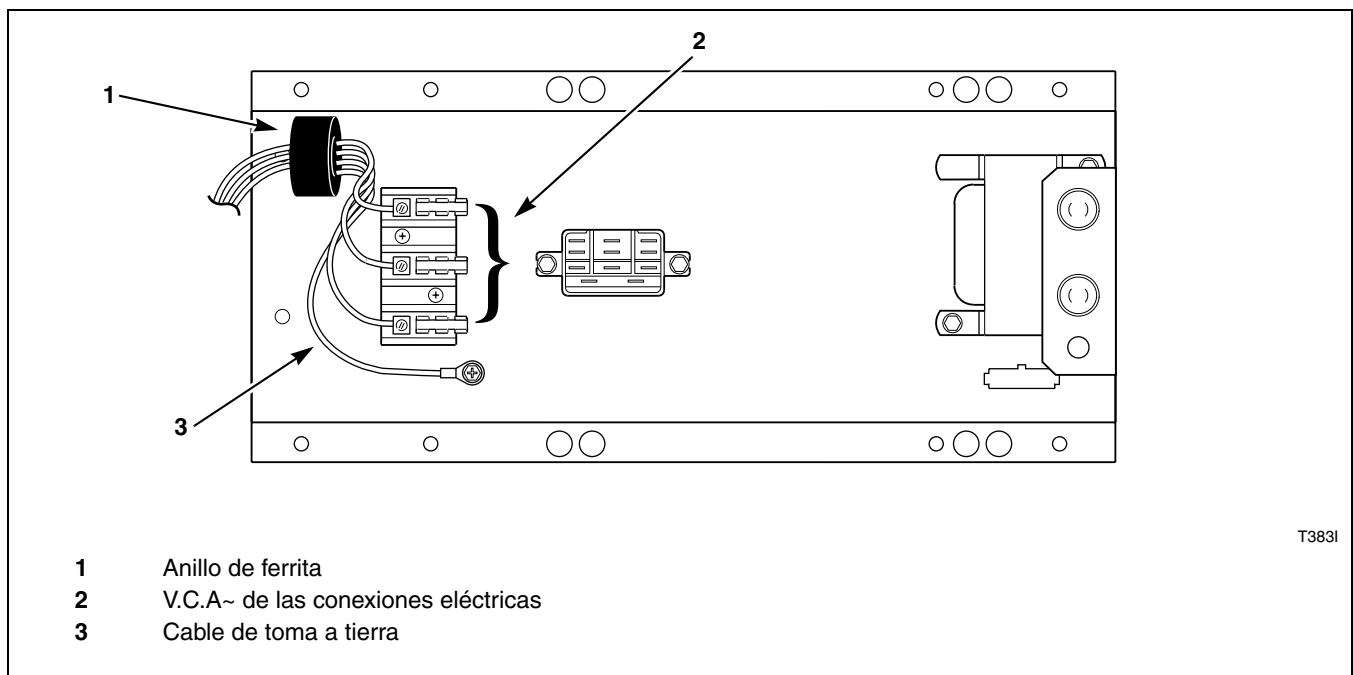

Figura 14
2. Cierre el anillo de ferrita sobre todos los cables de servicio dentro de la caja de control según se muestra. Es importante que el anillo de ferrita esté instalado dentro de la caja de control. Consulte la *Figura 14*. No instale la ferrita fuera de la caja u otra área. Asegúrese de que los cables de servicio estén en el centro de la ferrita antes de cerrar el anillo de modo que no aprisionen o dañen los cables.